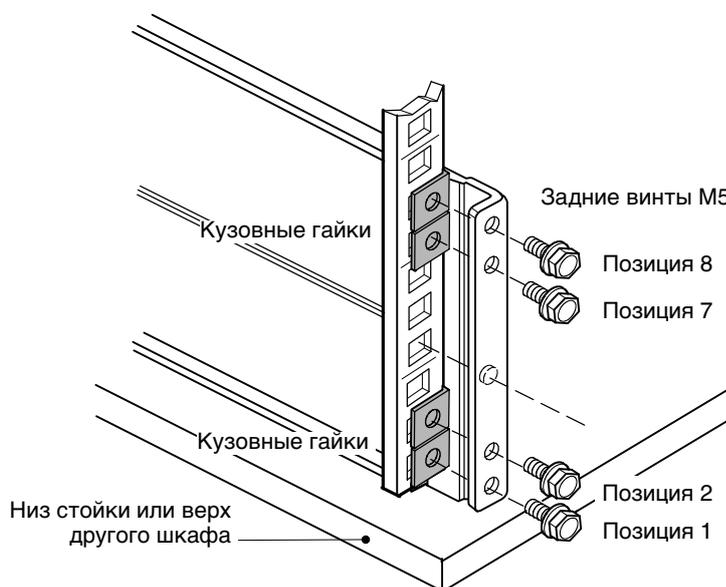

Рисунок 20. Закрепление задней направляющей
5. Прикрепите направляющую к задней части стойки четырьмя машинными винтами М5 и зажимными или кузовными гайками (см. Рисунок 20).